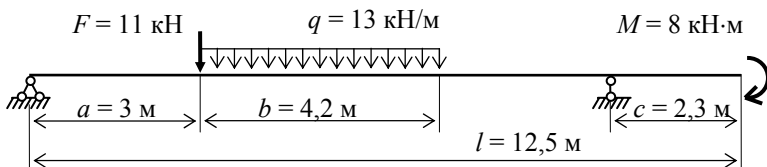

Рис. 5.2 Расчетная схема
**Пример 4.** Для заданной балки (рис. 5.2) требуется написать выражения  $Q$  и  $M$  на каждом участке в общем виде, построить эпюры  $Q$  и  $M$ , найти  $M_{\max}$  и подобрать номер двутавра.